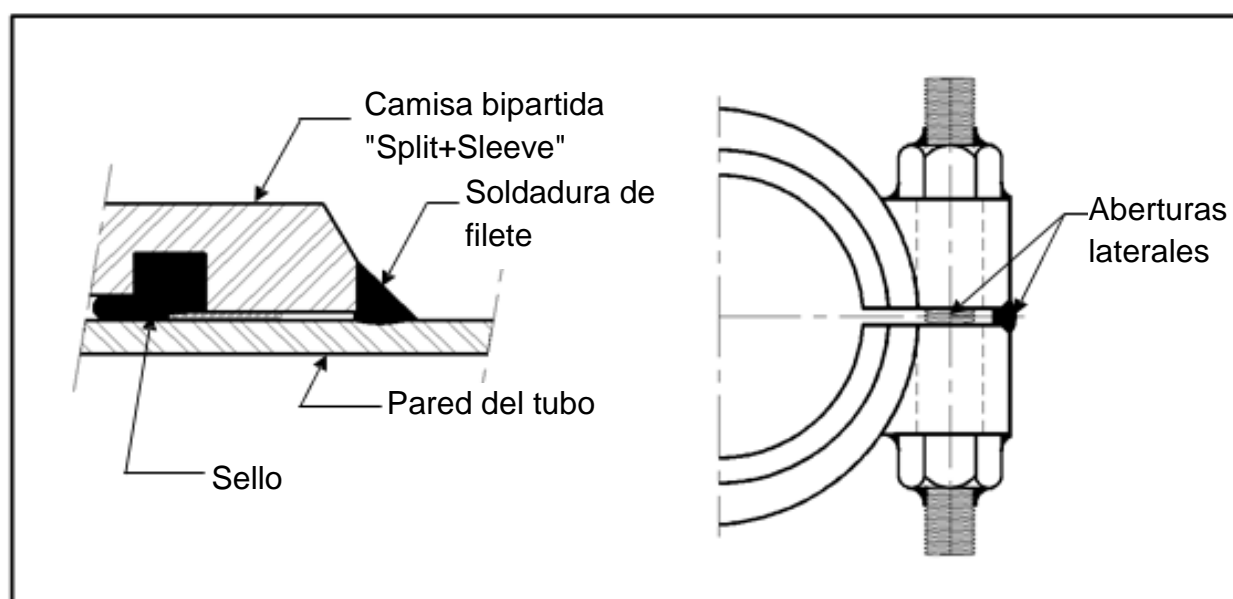

Figura 10
1. Soldar en filete los extremos al tubo. (Ver la Figura 10)